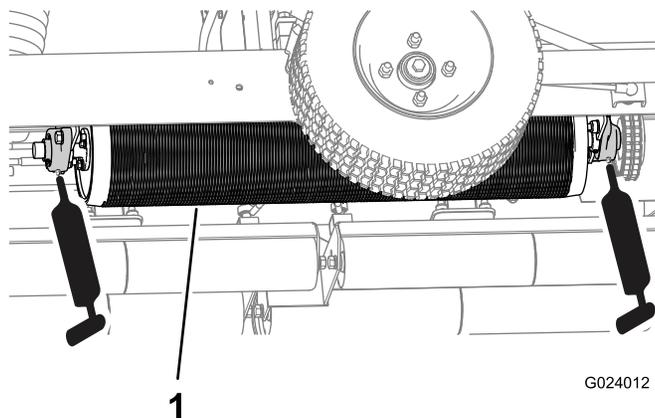
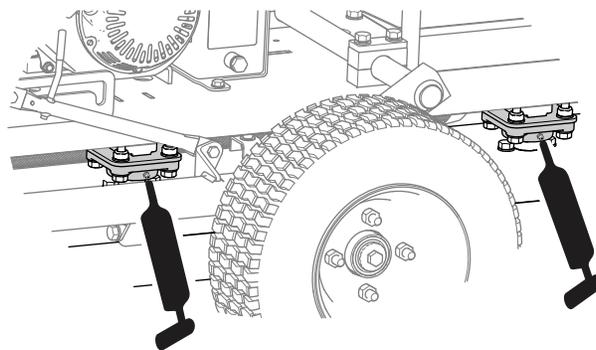

Figura 23
Figura 24
2. Pompate il grasso nelle diverse parti come mostrato in Figura 23 e Figura 24.